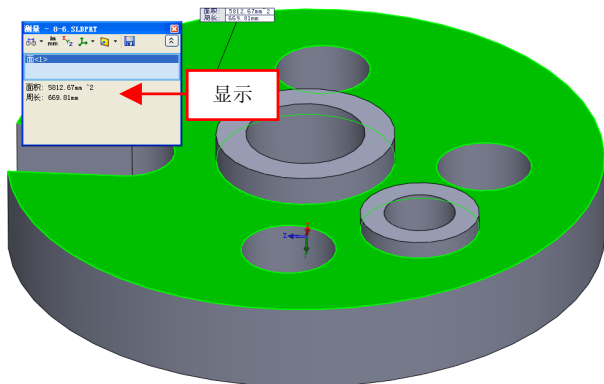

图 8-7 显示测量结果
(2) 在菜单栏中，单击【工具】|【测量】命令，弹出【测量】对话框，在模型上表面上，单击鼠标左键，即可测量出模型的面积与周长，显示出测量结果，如图8-7所示。